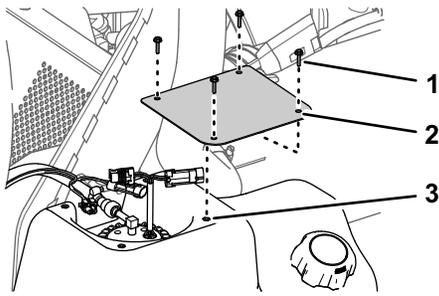

图 82
- 在油箱内卸下将护罩固定至油箱顶部的 4 个螺丝 10 x 3/4 英寸然后取下护罩图 82。